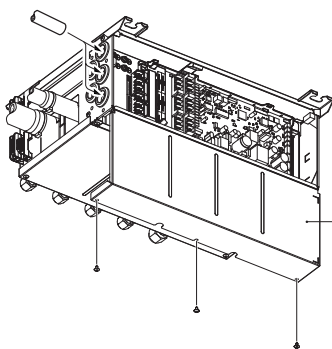

Fig. 8-5
8.1. Bei Verwendung von Kabelkanälen (Fig. 8-5,6,7)